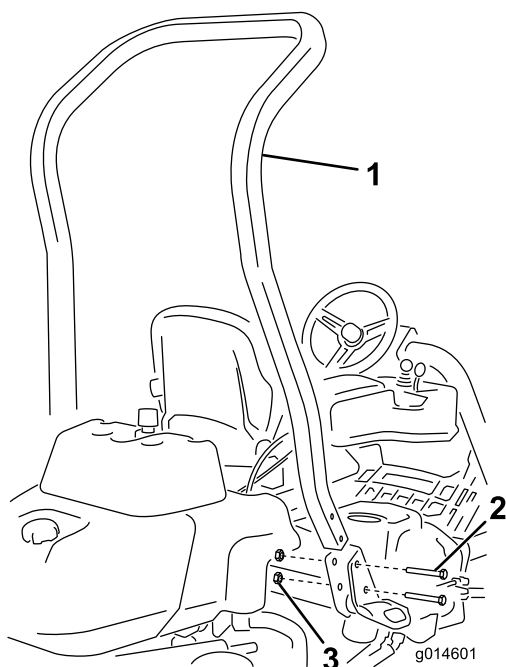

Figura 3
3. Fissate il roll bar negli incastri su ogni lato della macchina con 4 bulloni ( $\frac{1}{2}$ " x  $3\frac{3}{4}$ " ) e 4 dadi flangiati ( $\frac{1}{2}$ " ) (Figura 3)..